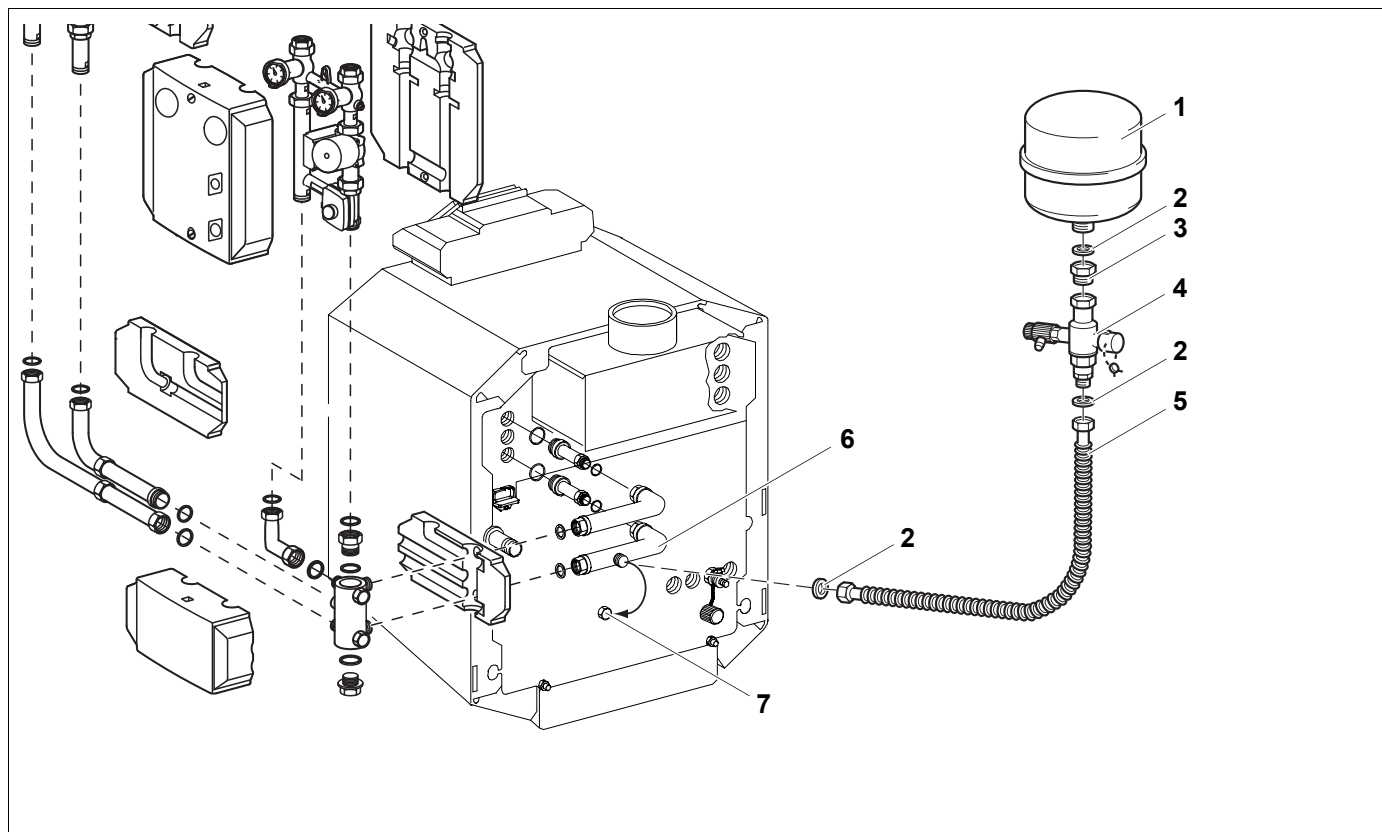

Рис. 1 Монтаж комплекта подключения расширительного бака к котлу G134 с комплектом подсоединения KAS 2
Экспликация к рис. 1
- Выкрутить заглушку G $\frac{3}{4}$ (рис. 1, поз. 7) из отвода трубы обратной линии (рис. 1, поз. 6).
- Установить уплотнение ($\text{Ø} 20 \times 24 \times 2$) (рис. 1, поз. 2) в накидную гайку гофрированного металлического шланга (рис. 1, поз. 5) и прикрутить ее к отводу трубы обратной линии (рис. 1, поз. 6).
- Установить уплотнение ($\text{Ø} 20 \times 24 \times 2$) (рис. 1, поз. 2) в переходник G 1 (наружная резьба) x Rp $\frac{3}{4}$ (внутренняя резьба) (рис. 1, поз. 3) и повернуть его к расширительному баку (рис. 1, поз. 1).
- Колпачковый вентиль с накидной гайкой (рис. 1, поз. 4) повернуть к переходнику (рис. 1, поз. 3).
- Установить уплотнение ($\text{Ø} 20 \times 24 \times 2$) (рис. 1, поз. 2) в накидную гайку гофрированного металлического шланга (рис. 1, поз. 5) и прикрутить ее к колпачковому вентилю (рис. 1, поз. 4).